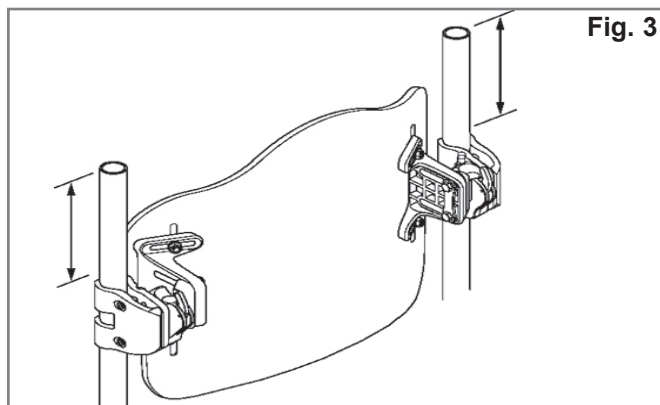
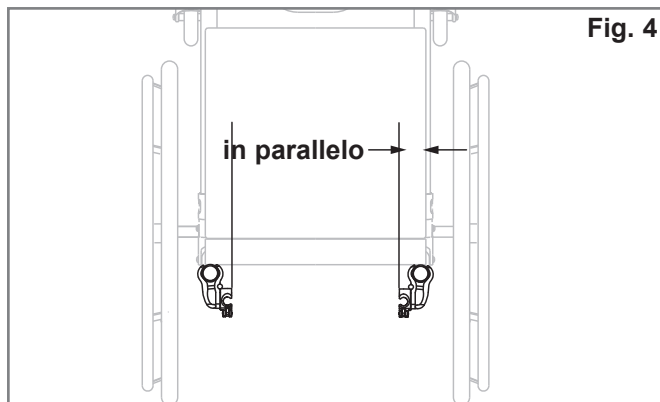

Fig. 3
Fig. 4
### Istruzioni per il montaggio dei supporti del sistema di aggancio (Fig. 3, 4, 5)
2. Determinare la posizione sui montanti dello schienale dove si desidera montare i supporti. I supporti devono essere montati più o meno alla stessa altezza su ogni montante (Fig. 3) e parallelamente al telaio del sedile (Fig. 4). Si consiglia di posizionare i supporti sulla parte alta dei montanti.